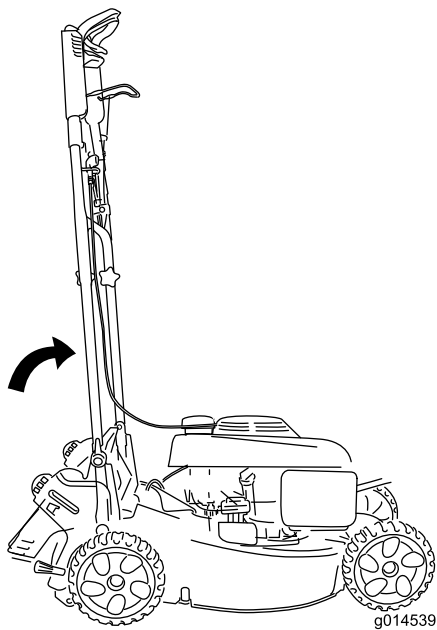

Figura 28
- Para almacenar la máquina en el menor espacio de suelo posible, deje el manillar en la posición vertical (Figura 28) y cierre los enganches del manillar.